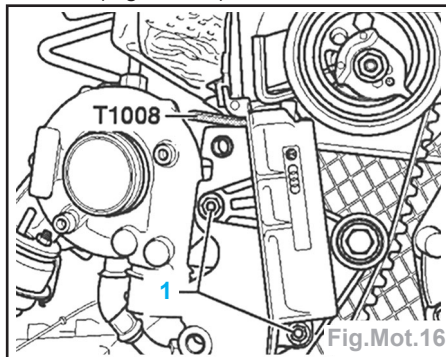

Fig.Mot.16
- Desserrer l'écrou du galet-tendeur, déposer la vis (1) et la courroie de distribution (Fig.Mot.16).